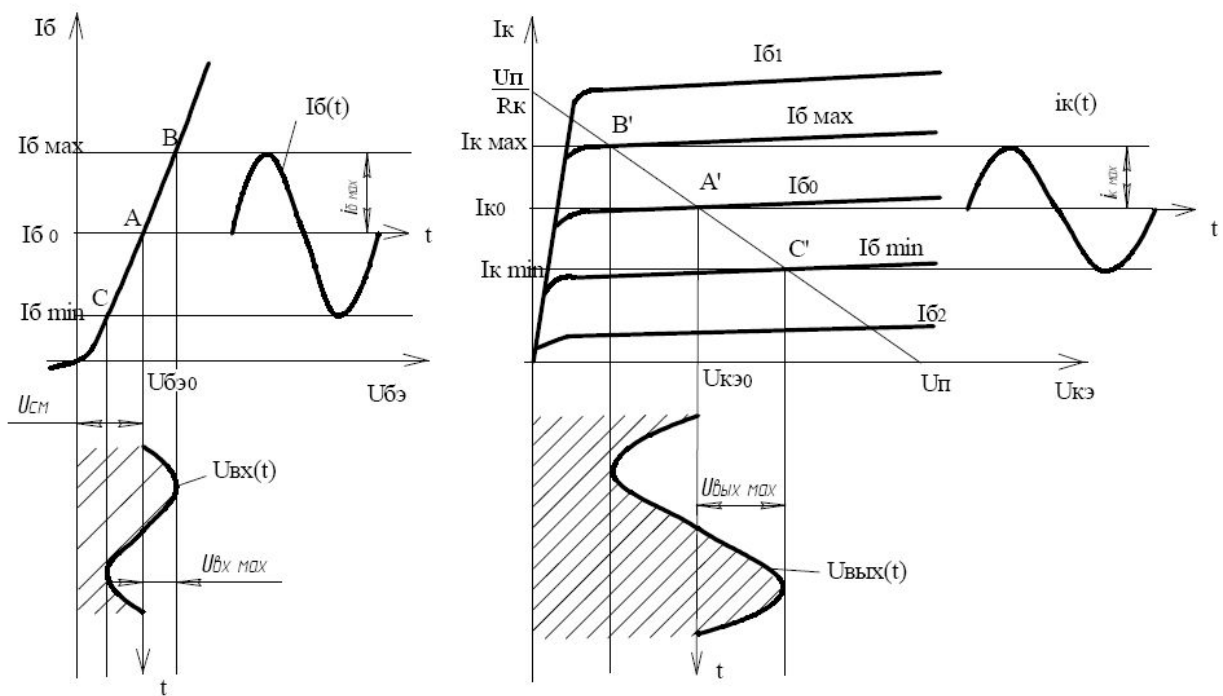

Рис.3.2 – Вхідна та вихідна характеристики підсилювача на біполярному транзисторі з загальним емітером, що ілюструють принцип його роботи.
2. Визначте характеристики робочої точки спокою підсилювача (при відсутності сигналу з генератора). Для цього відключіть генератор від схеми і виміряйте $U_{бе0}$, $I_{б0}$, $U_{ке0}$, $I_{к0}$ (рис.3.2).